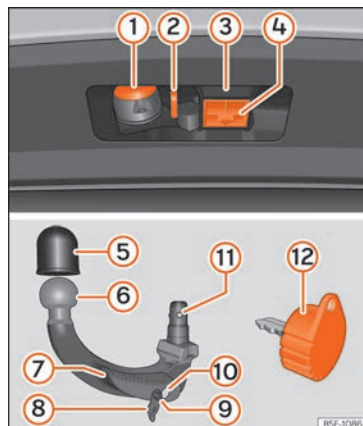

Abb. 251 Halterung der Anhängervorrichtung / Anhängerkupplung / Schlüssel
- Der obere Bereich der Aufnahme der Anhängerkupplung ist mit Schmierfett versehen »» Abb. 251 ③. Wenn Sie die Vorrichtung verwenden, stellen Sie sicher, dass das Fett nicht entfernt wurde.
- Den Verschlussdeckel der Hakenaufnahme » Abb. 251 ④ nach unten abnehmen.
- Setzen Sie den Verschlussdeckel (4) auf seine Aufnahme » » » Abb. 251.